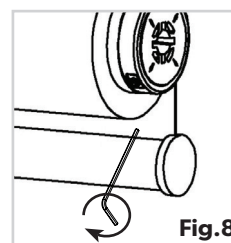

Fig.8
1. Remplacez la vis de blocage dans l'un des quatre emplacements prédéfinis sur le tambour et, à l'aide de la clé Allen, tournez dans le sens horaire jusqu'à ce que vous ne puissiez plus tirer le store vers le bas. (Fig.8)
6. Une fois obtenue la tension souhaitée, maintenez en place l'outil de réglage de la tension et utilisez la clé Allen fournie pour serrer la vis de blocage en la tournant dans le sens horaire (vers la droite). (Fig.8)